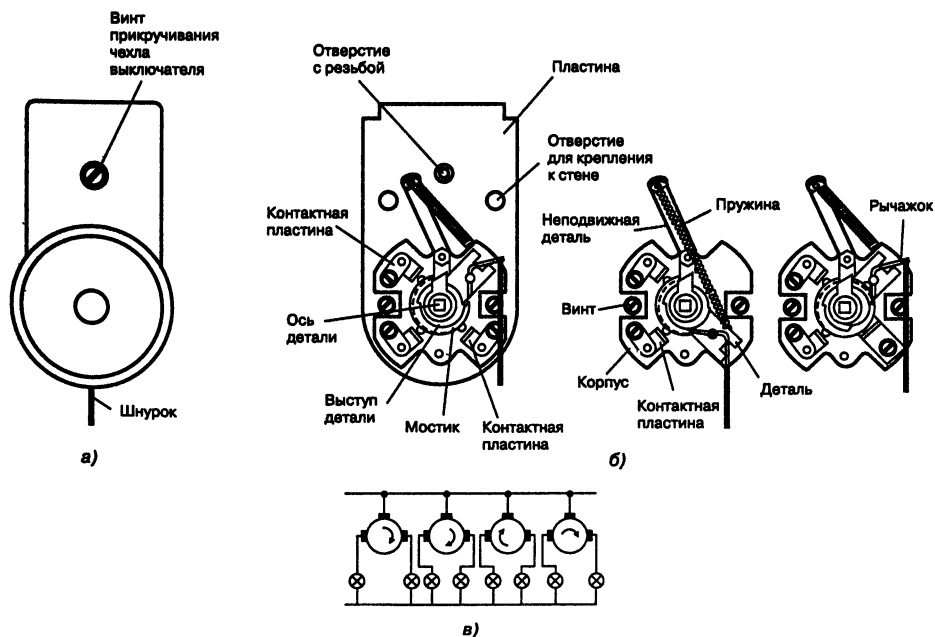

Рис. 2.21. Подпотолочный переключатель со шнуровым приводом для открытой установки
**Подпотолочный переключатель со шнуровым приводом для открытой установки** (см. рис. 2.21, а). Для переключения его нужно потянуть за шнурок. На корпусе укреплены контактные пластины, которые могут соединяться мостиком. Пока за шнурок не тянут, детали механизма занимают положение, показанное на рис. 2.21, б слева. Потянув за шнурок, привязанный к рычажку, надавливают тем самым на выступ детали, благодаря чему поворачивают ось, деталь и обойму с контактным мостиком на  $90^\circ$  (рис. 2.21, б в центре). При этом контакты переключаются, а пружина растягивается, так как она закреплена между неподвижной деталью и повернувшейся деталью.
Отпуская шнурок, освобождают пружину. Пружина, сокращаясь, тянет за собой деталь и рычажок, нижний конец которого заскакивает за следующий выступ детали, благодаря чему механизм оказывается подготовленным к очередному переключению (рис. 2.21, б справа). Корпус переключателя привинчен к пластине винтами. Крепление пластины к стене осуществля-
ется винтами через отверстия. Чехол выключателя привинчивается винтом, для чего в детали сделано отверстие с резьбой. **Рис. 2.21, в** иллюстрирует последовательность переключения контактов переключателя.